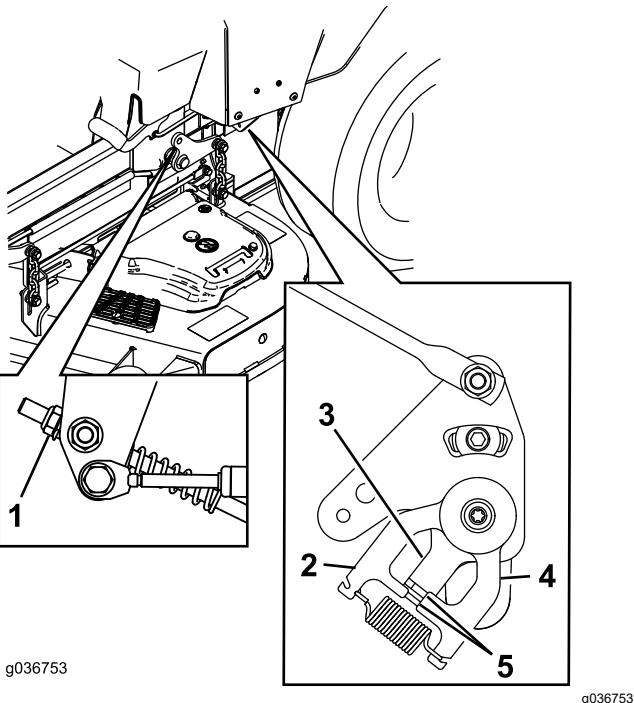

Figure 67
11. Réglez la longueur des tiges de commande des pompes en tournant l'écrou dans le sens voulu jusqu'à ce que les roues tournent légèrement en marche arrière (voir (Figure 67)).